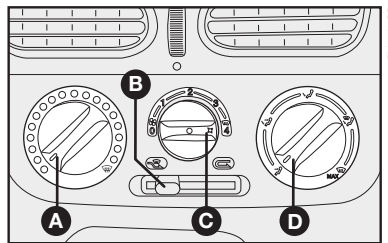

fig. 31
COMANDOS - fig. 31
1) Seletor para a temperatura do ar A-fig. 31 totalmente posicionado à esquerda.
2) Seletor do ventilador C-fig. 31 posicionado na velocidade máxima.
3) Seletor de distribuição do ar D-fig. 31 apontado para ; controlar para que todas as saídas de ar estejam totalmente abertas.
4) Ligar o ar-condicionado apertando o seletor **C-fig. 31**.
O ar-condicionado é muito útil para acelerar o desembaçamento, pois desumidifica o ar. É suficiente regular os comandos para a função de desembaçamento e ativar o condicionador, apertando o seletor **C-fig. 31**.
1) Condicionador de ar ligado: seletor **C-fig. 31**.